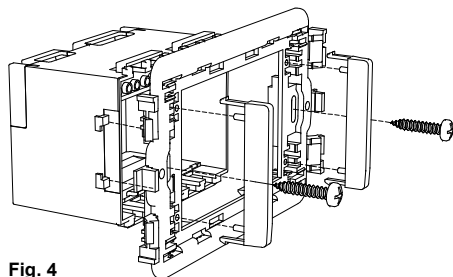

Fig. 4
- Fissare il supporto al fondo del cronotermostato e fissarlo alla parete in scatole di derivazione da 3 moduli tramite le apposite viti in dotazione. Applicare la relativa placca di rifinitura (non fornita), Fig. 4.